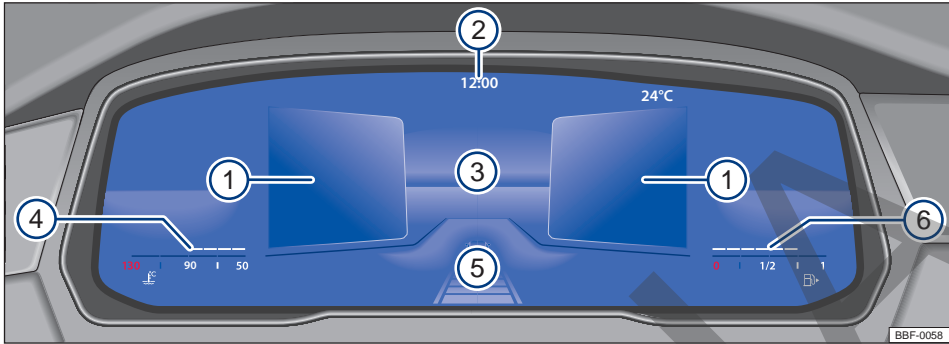

Fig. 11 Active Info Display en el tablero de instrumentos (variante 2).
Explicaciones sobre los instrumentos → fig. 11:
La exhibición principal → fig. 11③ puede alterarse presionando la tecla **View** en el volante multifunción. La representación en el área de indicación puede exhibir las siguientes vistas:
- **Resumen:** después de finalizada la preparación para conducción: exhibición de información sobre el estatus del vehículo en las áreas ①, por ejemplo, posición del cuentakilómetros total.